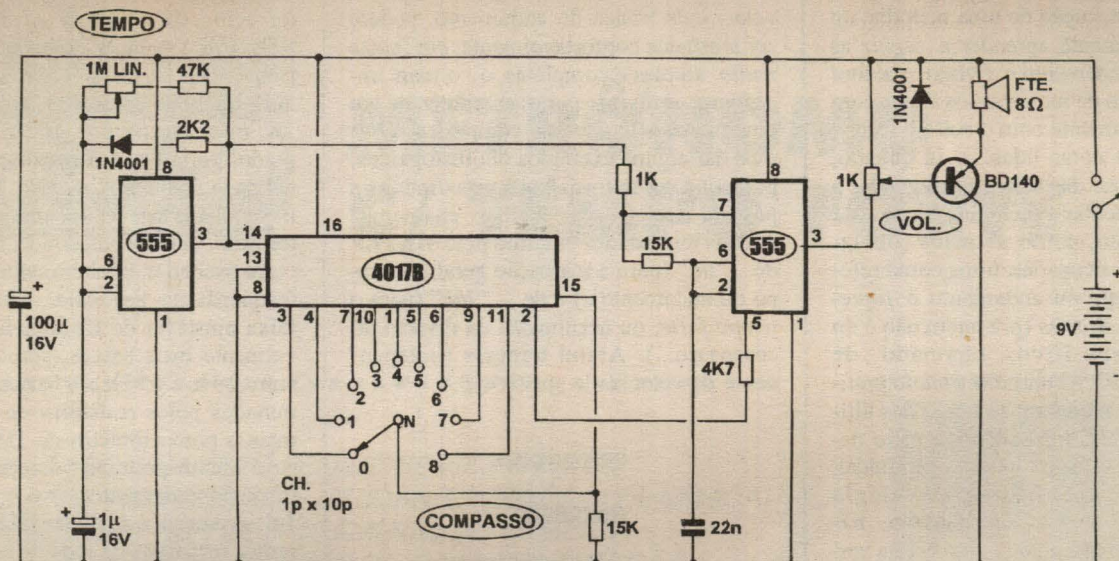

Fig.1
- FIG. 1 - DIAGRAMA ESQUEMÁTICO DO CIRCUITO - Apesar do sofisticado desenhinho, o circuito vale-se apenas das potencialidade de dois integrados muito comuns, já mais do que conhecidos pelos caros leitores/hobbystas, utilizando com lógica e inteligência suas características e controles...! O 555 da direita trabalha como astável (oscilador), cuja